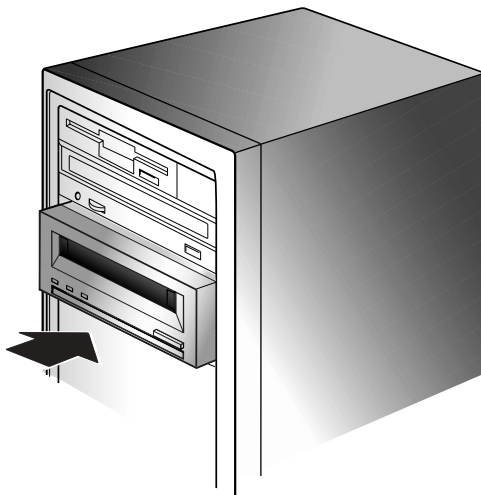
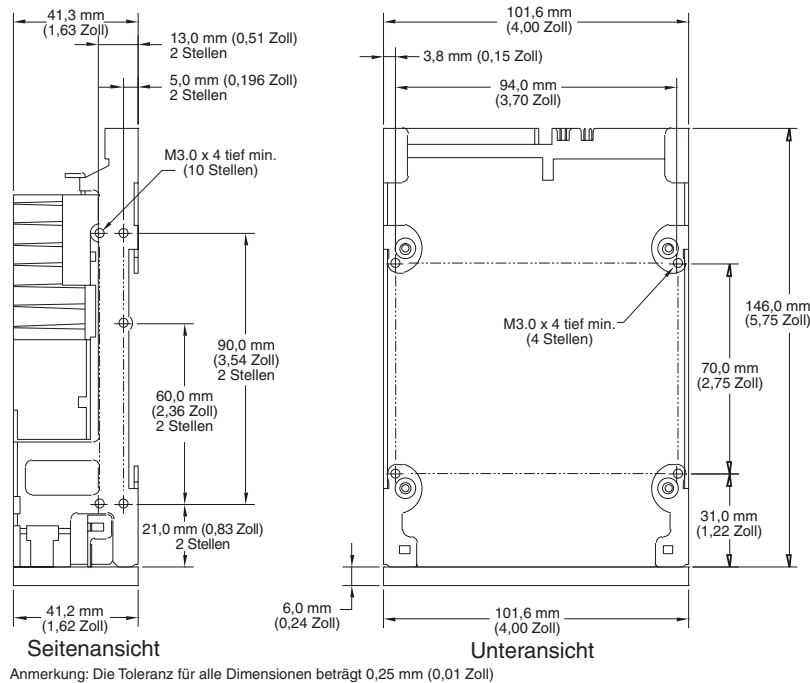

ABBILDUNG 5. Einbau eines internen Bandlaufwerkes
ABBILDUNG 6. Einbauöffnungen des internen Bandlaufwerkes in einer 3,5-Zoll-Installation
4. Sichern Sie das Laufwerk in den Einbauschacht mit zwei M3.0 metrischen Schrauben auf jeder Seite des Laufwerkes (siehe Abbildung 5 auf Seite 29). Wie Abbildung 6 auf Seite 30 zeigt, hat das 3,5-Zoll-Laufwerk vier Schraubenlöcher auf der Unterseite und fünf auf jeder Seite.